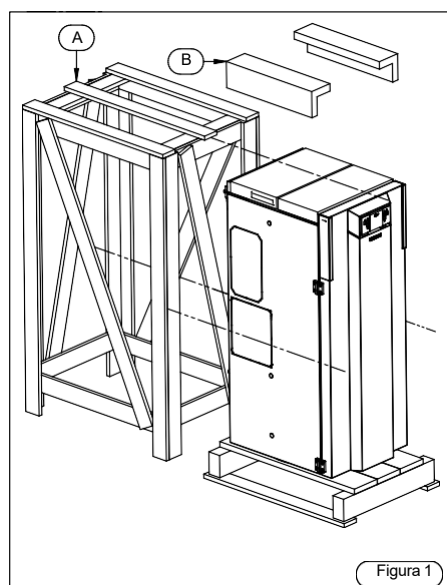

Figura 1
- Scoateți capacul și panourile laterale ale paletului (A) și scoateți, de asemenea, piesele de protecție pentru colțuri (B) (vezi Figura 1).